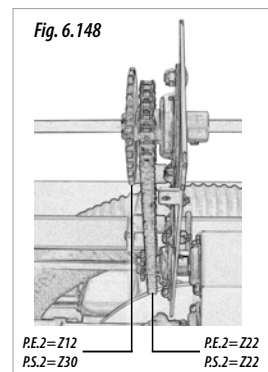

Fig. 6.148
- 3- Schimbați poziția lanțului (Fig. 6.148).